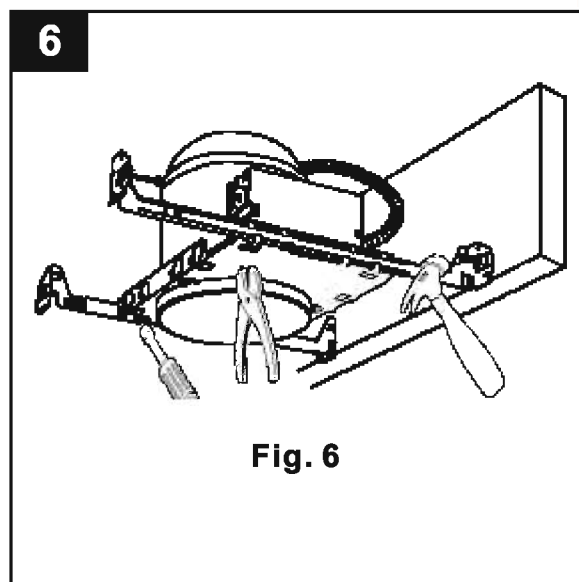

Fig. 6
5. Centre la lámpara sobre la abertura. Para asegurar la posición de la lámpara en el techo, apriete los tornillos o doble las clavijas en la estructura de yeso sobre los colgadores de barra (Fig. 6).
Ajuste la lámpara al grosor del techo aflojando los tornillos hexagonales que fijan la carcasa redonda a la estructura de yeso. Deje el borde inferior de la carcasa al ras con la línea del techo y apriete los tornillos (Fig. 6).
Opción 1: Para clavar en la vigueta (Fig. 6).
- Alinee las partes inferiores del colgador de barra con la parte inferior del material de amarre (Fig. 6).
- Clave los clavos (se venden por separado) a través del orificio superior en la barra para colgar o clave los clavos incluidos en la vigueta (Fig. 6).
- Clave los clavos (se venden por separado) a través del orificio inferior del colgador (Fig. 6).